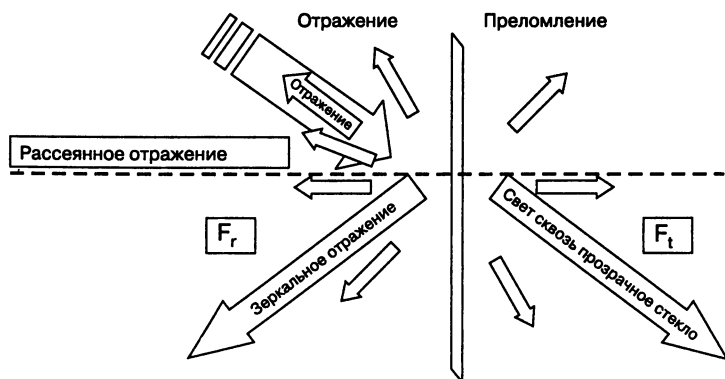

Рис. 3.1. Отражение и преломление
**Поглощенный световой поток** преобразовывается в тепловую энергию и нагревает материал. Чем темнее материал, тем больше светового потока он поглощает. Например, обыкновенное защитное стекло толщиной 4 мм отражает 8%, пропускает 90% и поглощает 2% падающего светового потока. На рис. 3.1 представлен идеальный случай: строго направленное и полностью рассеянное отражение или преломление.